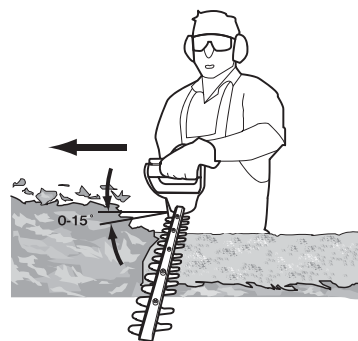

Fig. 22
- > Après les côtés, passez au sommet de la haie (Fig. 22). Gardez la lame inclinée à un angle d'environ 15° par rapport à la surface de travail.